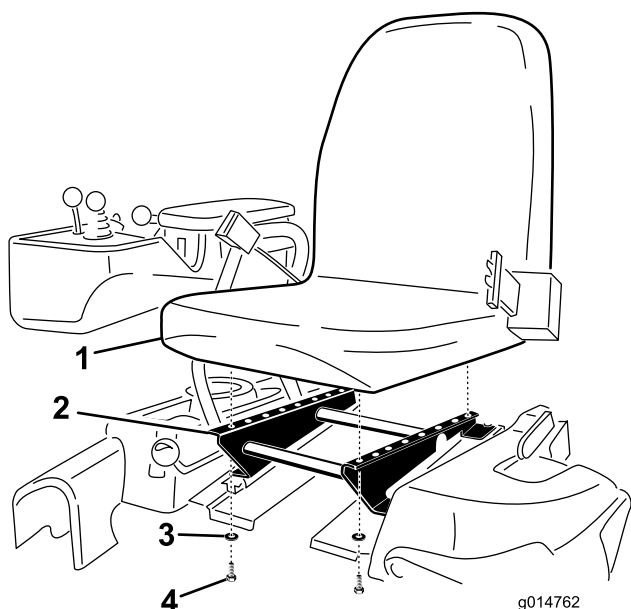

**Рисунок 4**
3. Закрепите сиденье на основании 4 ранее снятыми болтами и шайбами (Рисунок 4).